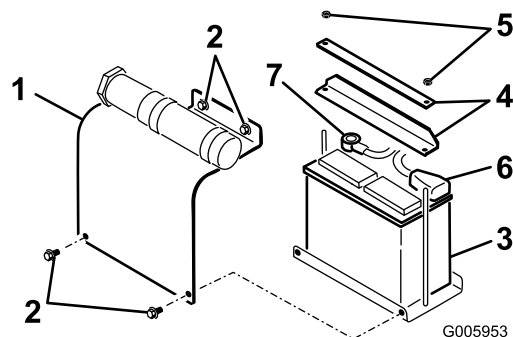

Figure 5
1. Enlevez les quatre boulons de fixation du couvercle de la batterie et retirez le couvercle (Figure 5).
2. Retirez les écrous et les barres de fixation de la batterie (Figure 5).
5. Remettez la batterie sur la plate-forme (Figure 5).
6. Fixez la batterie au châssis à l'aide des barres et des écrous retirés précédemment (Figure 5).
7. Connectez le câble positif (rouge) à la borne positive (+) de la batterie (Figure 5). Glissez le capuchon en caoutchouc sur la borne de la batterie.
8. Connectez le câble négatif (noir) à la borne négative (-) de la batterie (Figure 5).
9. Reposez le couvercle de la batterie (Figure 5).